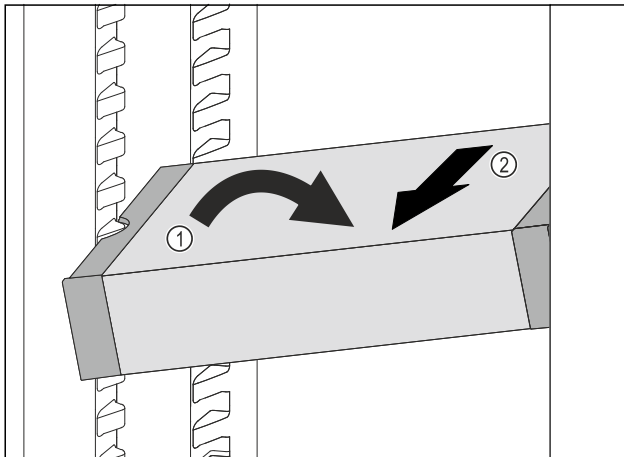

Fig. 161
- Impostare il vano frigorifero di VarioSafe ad angolo. Fig. 161 (1)
- Rimuovere VarioSafe tirando in avanti. Fig. 161 (2)